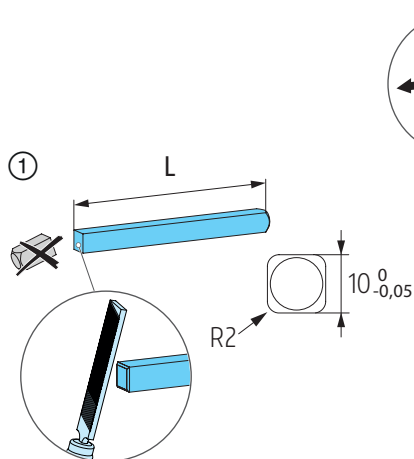

Abb. 45
- ① Vierkant ablängen und anfasen; **Abb. 45**.